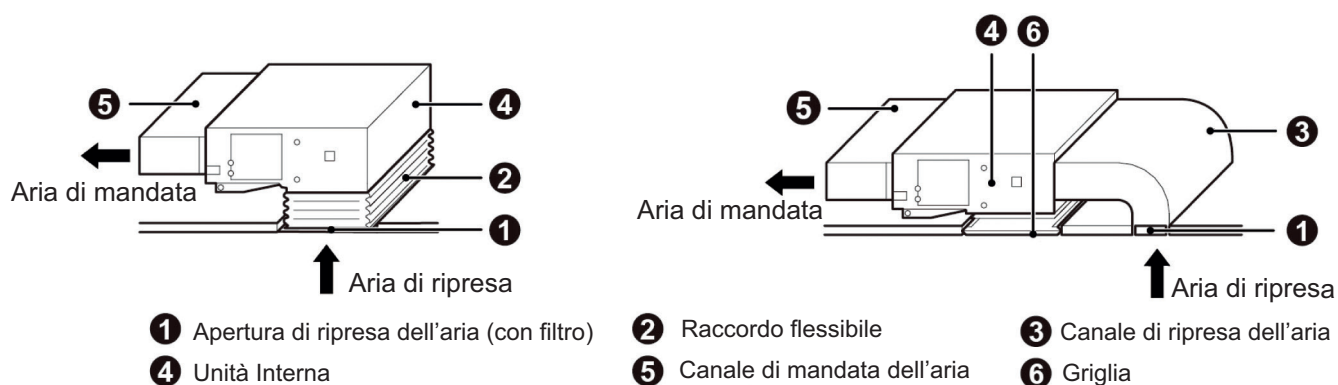

Fig. 4.23
- (2) Nel caso si desideri la ripresa dell'aria dal basso, è sufficiente scambiare la posizione della flangia rettangolare e della piastra di ripresa dell'aria.
- (3) Collegare un'estremità del canale di ripresa dell'aria alla bocchetta di aspirazione dell'Unità con rivetti, e l'altra estremità alla griglia di ripresa. Al fine di regolare liberamente l'altezza, è utile un raccordo flessibile, che può essere fissato con tiranti.
- (4) È probabile che nella modalità di ripresa dell'aria dal basso venga prodotto più rumore rispetto alla modalità di ripresa dell'aria posteriore, perciò è consigliabile l'installazione di un silenziatore e di un plenum di ripresa, per ridurre il rumore.
- (5) La procedura di installazione può essere scelta in considerazione delle condizioni dell'edificio e della manutenzione, come mostrato in Fig. 4.23.